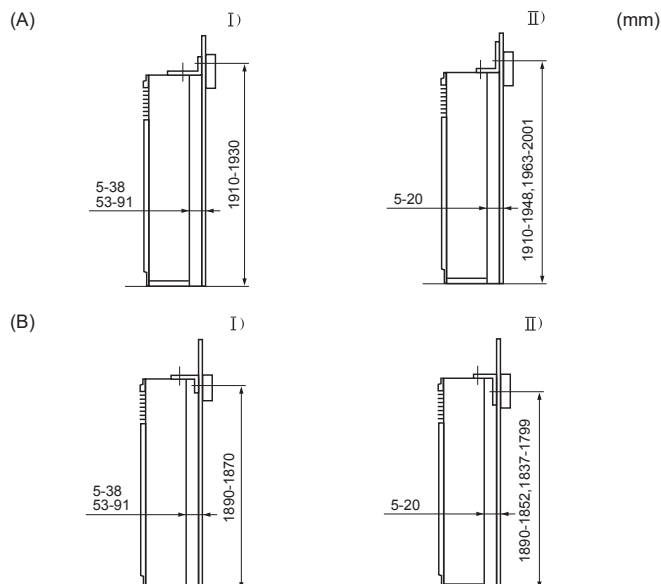

Fig. 3-3
Beslaget til forhindring af væltning (1) placeres på toppen af enheden. Fjern de selvsikrings skrue (2) og monter beslaget igen som vist på tegningen. Se Fig. 3-3 vedrørende korrekt monteringsafstand.
- (D) Skrue
3.3. Montering af beslaget til forhindring af væltning (Fig. 3-3)